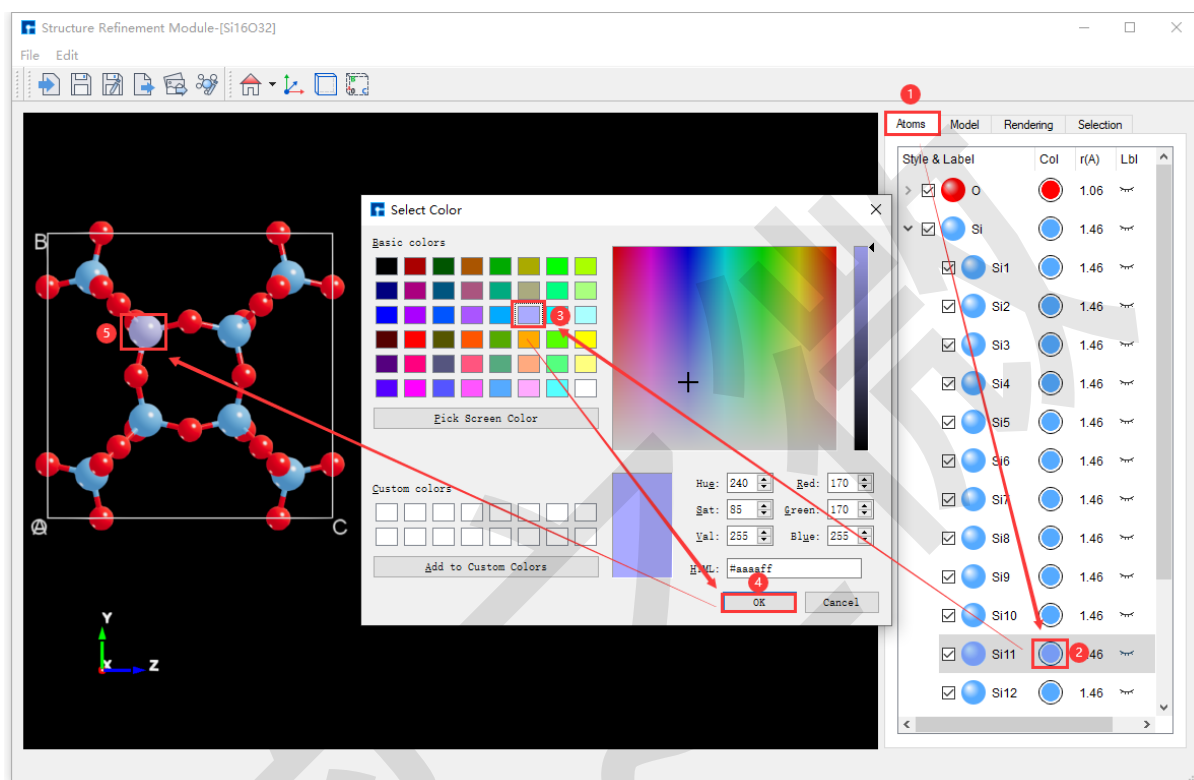

图 7.31: 不选中原子：将 Si16O32 晶体结构中 Si11 原子的颜色修改为 RGB 值为 [170 170 255] 操作界面
1. 方式一：不选中 Si11 原子，如图 7.31 所示为将 Si16O32 晶体结构中 Si11 原子的颜色修改为 RGB 值为 [170 170 255] 操作界面；